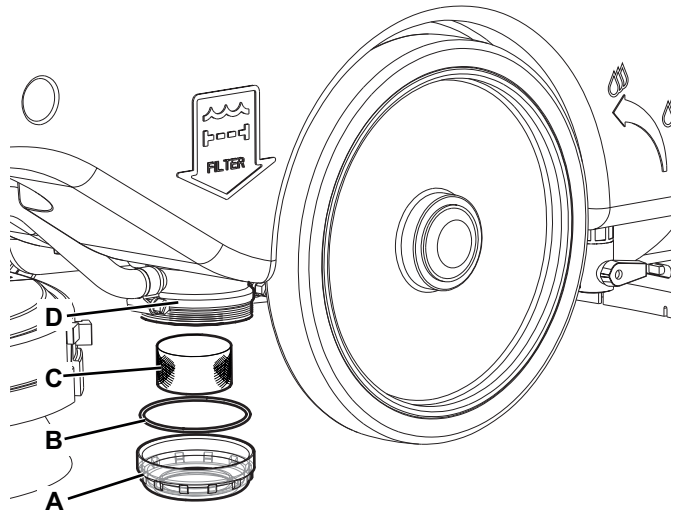

Afbeelding 6
3. Haal het water uit de tanks (15 en 16) met de uitlaatslang (11) en de slang (12).
4. Open de afdekking (17), en reinig en spoel met schoon water de afdekking zelf, de tanks en het aanzuigrooster (30).
5. Verwijder waar nodig het rooster (A, Afb. 6), reinig het zorgvuldig en plaats het terug.
6. Controleer of de pakking (B) van de afdekking van de vuilwatertank heel is.